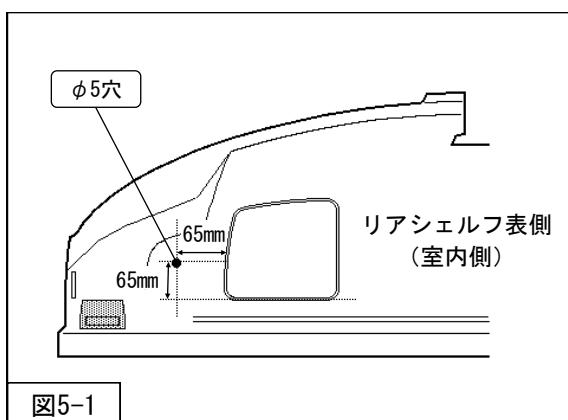

図5-1
1. リアシート後ろのリアシェルフに減衰力調整ケーブル用のφ5の穴を開けてください。（図5-1）
(図5-1)